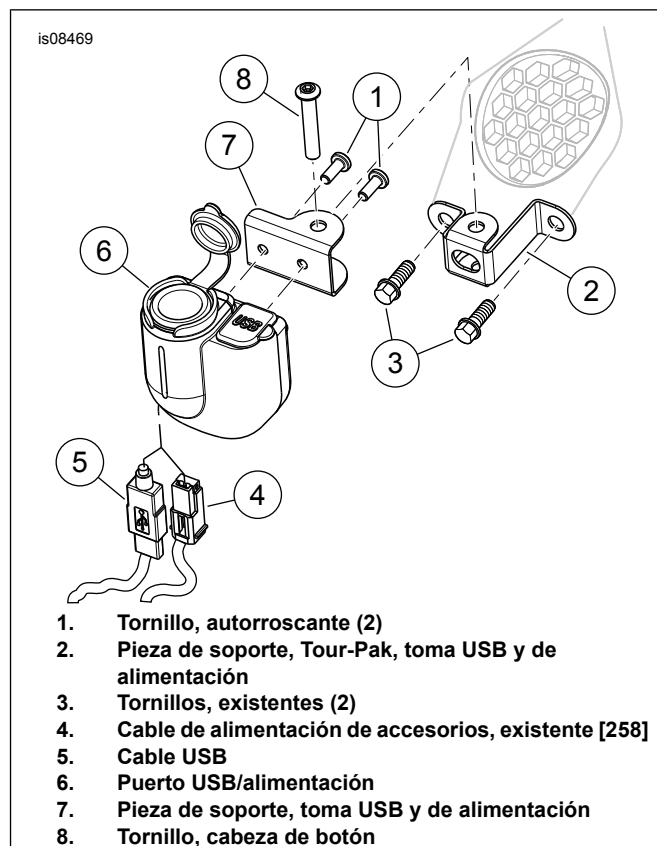

Figura 5. Puerto USB/12 V, Tour-Pak
3. Vea la Figura 5. Extraiga los tornillos (3) y el puerto de alimentación, si están equipados.
4. Instale la pieza de soporte (7) en el puerto USB/alimentación (6) [299] asegurándola con los tornillos (1), como se muestra.
5. Instale la pieza de soporte (2) asegurándola con los tornillos (3). Apriete los tornillos a 2,8–4 N·m (25–35 in-lbs).
6. Acople el cable de accesorios (4) y el cable USB (5) al puerto USB/de alimentación.
11. Instale el puerto USB/alimentación en la pieza de soporte (2) asegurándolo con los tornillos (8). Apriete los tornillos a 2,2–2,8 N·m (20–25 in-lbs).